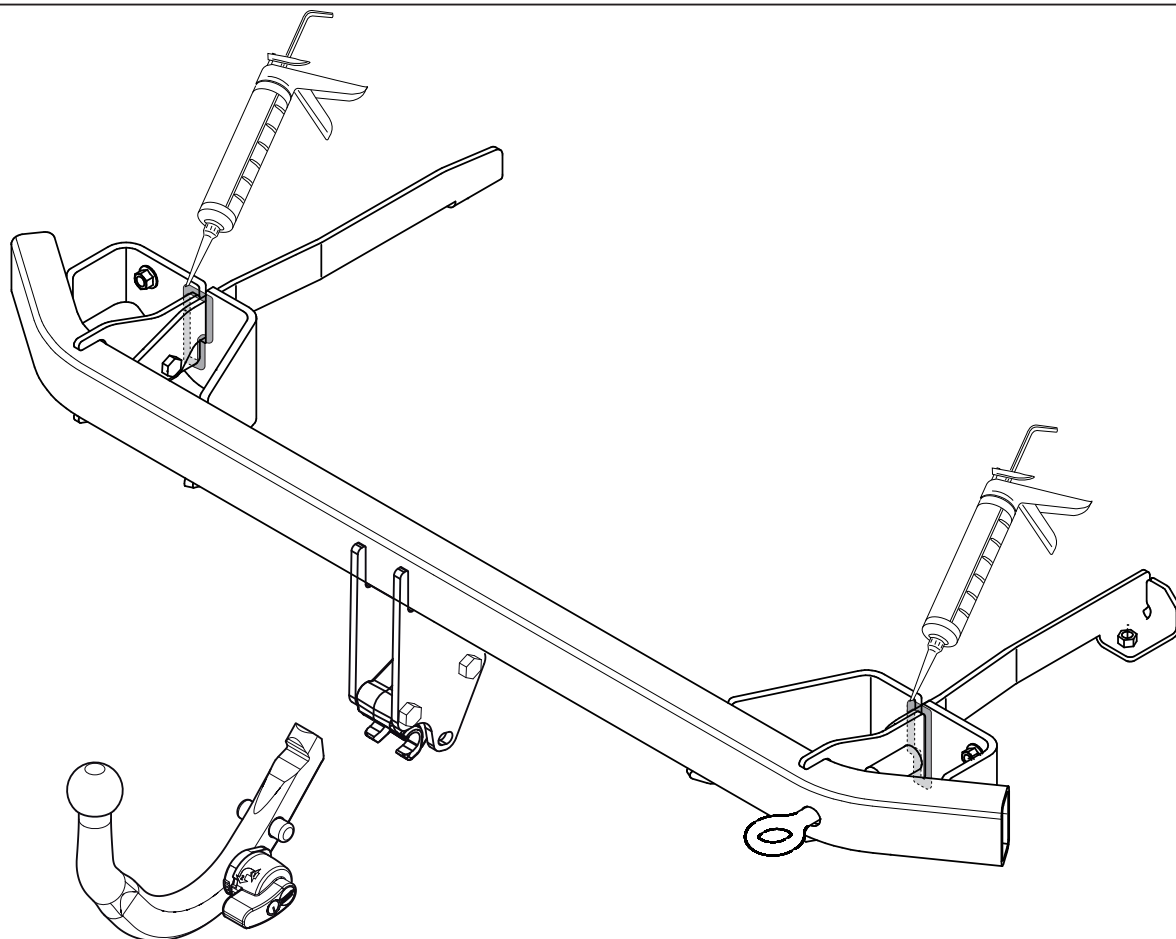

Fig.1
11. Герметизировать обозначенные части (см. рис. 1)